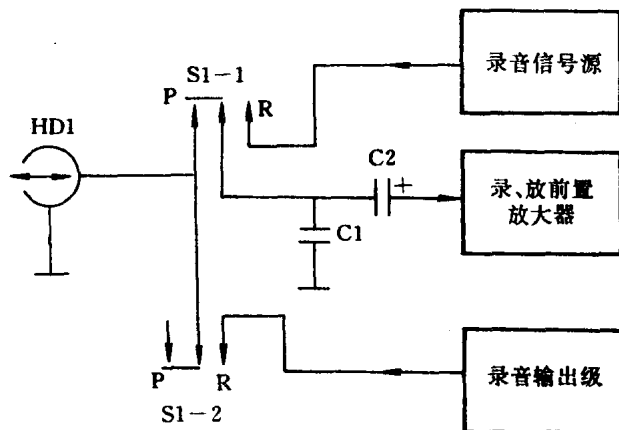

图 1-3 引线直接接地式放音输入电路
(1) 引线直接接地式电路 图 1-3 所示为录放磁头一根引线直接接地的放音输入电路，图中只画出了一个声道电路，另一个声道与此电路完全一样。电路中，HD1 是录放磁头，S1-1 和 S1-2 分别是录放开关的两个刀组，它们都接在磁头的一根引线上，磁头的另一根引线直接接地。C1 是放音高频补偿电容，C2 是前置放大器输入端耦合电容。